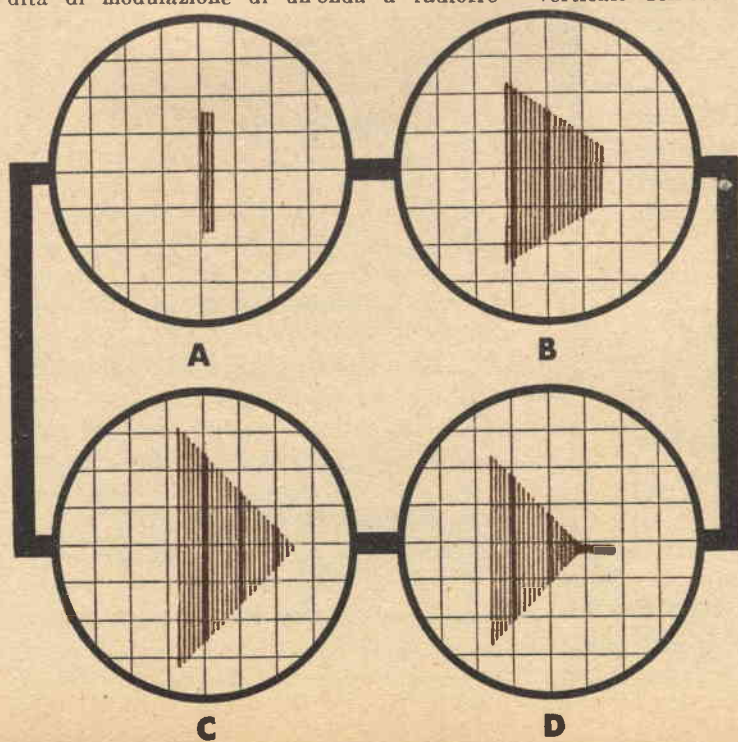

Fig. 4 - Figure trapezoidali dovute a radiofrequenza modulata. A) In assenza di modulazione; B) Modulazione al 50%; C) Modulazione al 100%; D) Sovramodulazione.
Quando l'onda non è modulata, si avrà tensione soltanto sulle placche verticali, pertanto sullo schermo dell'oscilloscopio non comparirà che un'unica linea verticale. Quando invece si ha modulazione, essa produrrà la deflessione orizzontale, in modo tale da formare le figure di fig. 4. Se la profondità di modulazione è minore del 100%, si avrà una figura trapezoidale (B), mentre se essa è esattamente del 100% si avrà un triangolo (C).